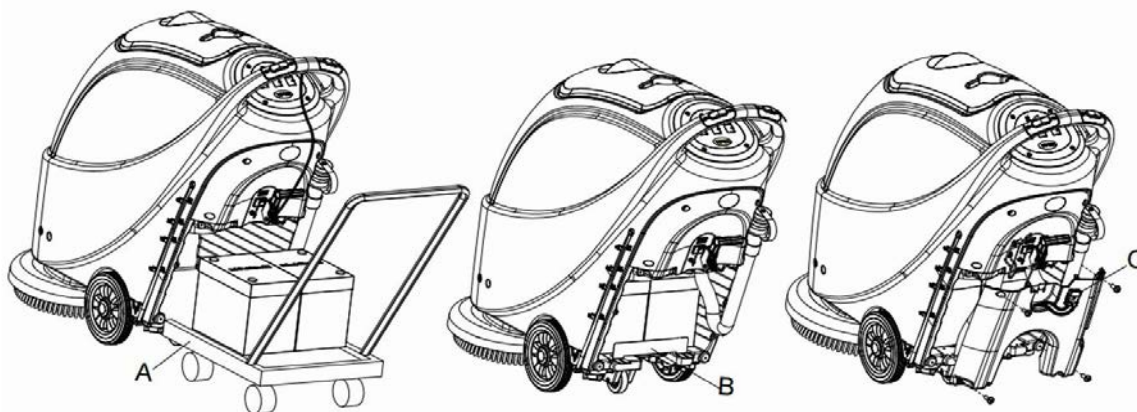

Figura 7
14. Instalați bateria cu ajutorul uneltelor speciale de instalare (A, Figura 7). După instalarea bateriei, îndepărtați instrumentele de instalare și montați mânerul de fixare a bateriei (B, Figura 7).
15. Treceți conectorul bateriei (C, Figura 7) prin fanta de pe partea superioară a capacului bateriei, treceți furtunul prin fanta adecvată a capacului cutiei bateriei, fixați capacul cu 4 șuruburi și apoi instalați succesiv cablul de orientare a mopului, furtunul de drenaj și mopul.